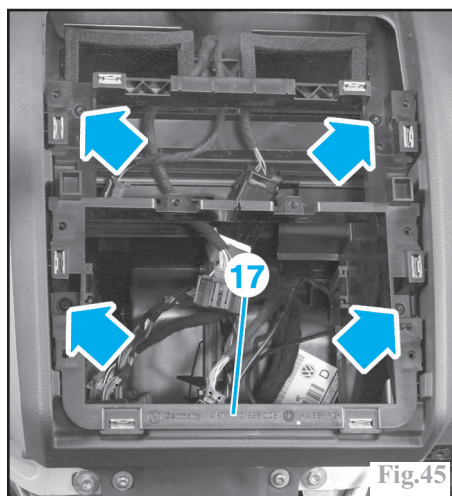

Fig.45
Déposer le support de commande de chauffage et d'autoradio (17) (4 vis) (Fig.45).